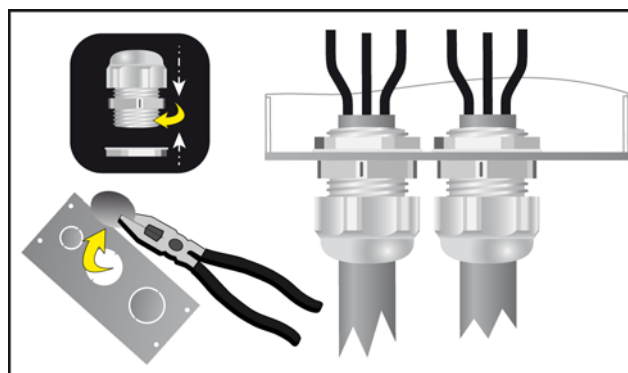

рис. 3.3.6.b
5. Установите на место терминальную крышку (рис. 3.3.6.d).